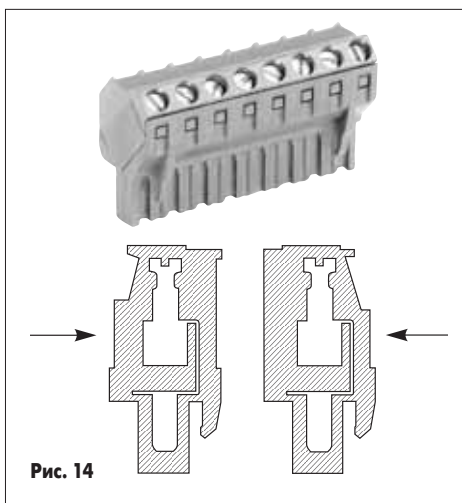

Рис. 14
2. Направление ввода провода (на чертеже показано стрелкой) перпендикулярно плоскости подключения, рабочий инструмент подводится параллельно контактам вилочной части (рис. 14). Штекеры такого конструктива выпускаются с шагом контактов 3,81; 5,0; 5,08 и 7,62 мм при количестве полюсов от 2 до 24. Имеется возможность механического кодирования соединений.